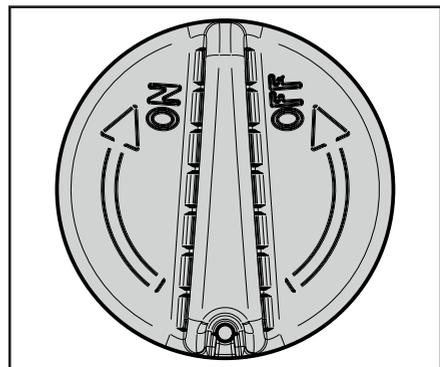

Abb. 5.3
- Den Schalter um 1/4 Drehung gegen den Uhrzeigersinn in die Stellung „OFF“ drehen: Die elektrische Anlage wird nicht gespeist (Abb. 5.3).